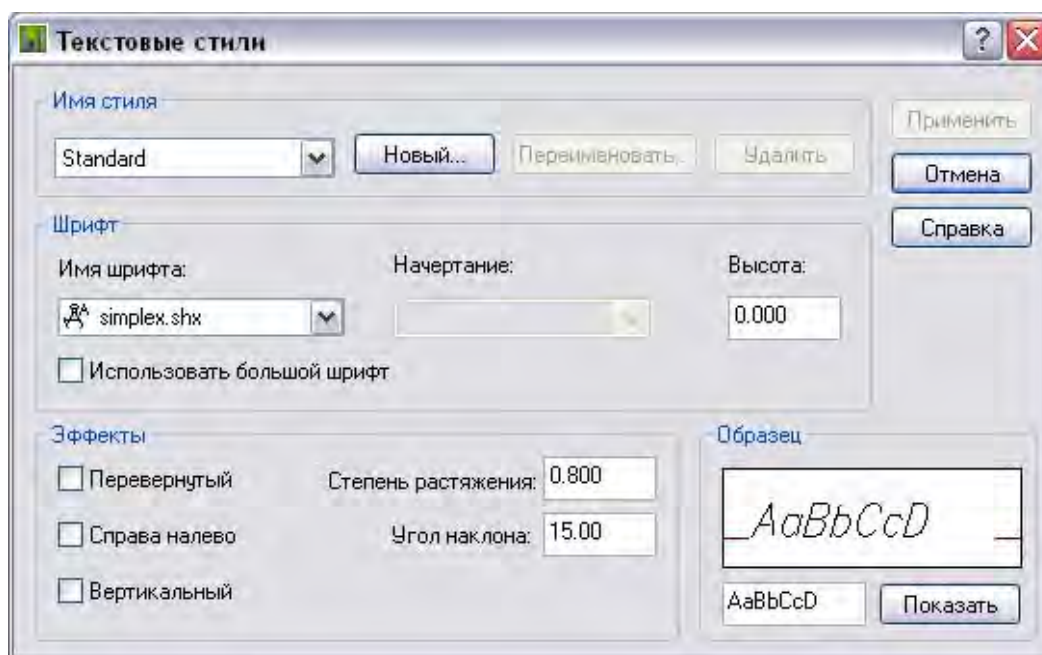

Рис. 18. Вид диалогового окна «Текстовые стили»
3. Настройка текстовых стилей. Командой «Формат/Текстовый стиль...» вызываем диалоговое окно «Текстовые стили», которое заполняем в соответствии с рис. 18 (имя шрифта Simplex.shx, степень растяжения 0.8, угол наклона 15, высота 0.0000). При необходимости можно создать новые текстовые стили, выбрав инструмент «Новый...», с последующим изменением необходимых опций.